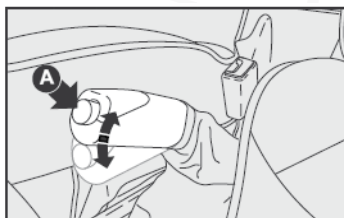

fig. 1
FRENO DE ESTACIONAMIENTO - fig. 1
- 1) Levante un poco la palanca y presione el botón A-fig. 1.